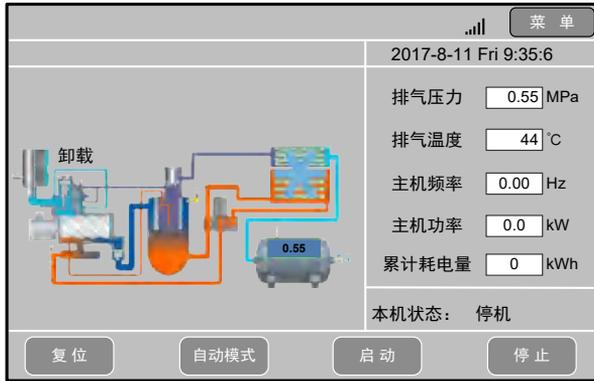

图 3-3 HMI 主页面 (示意图)
- 7) 确认电机运转方向无误后, 点击图 3-3 主页上的“启动”按钮, 运行空压机。检查运行时的电流及温度是否在正常范围、电磁阀状态是否正确、压力及温度变化是否正常。